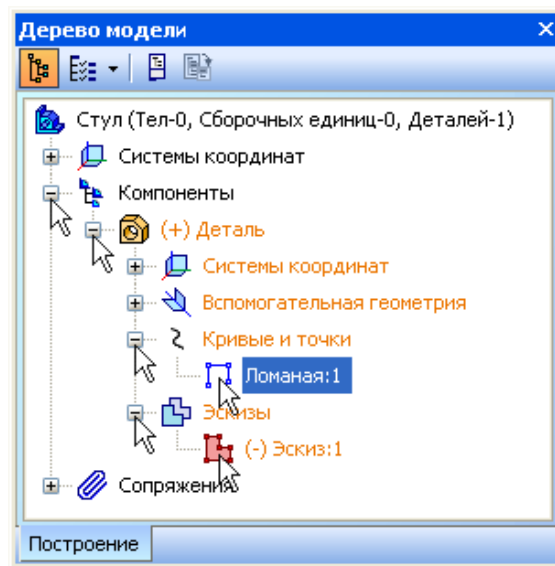

Рисунок 25.
- Затем раскройте "ветвь" Кривые и точки и укажите Ломаная:1 (траектория) — в окне модели будет показан фантом кинематического элемента (рис. 25).